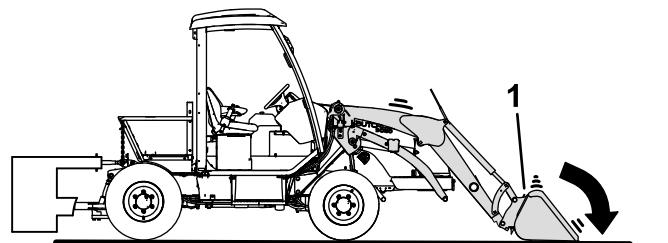

Figura 46
2. Alivie la presión en el enganche de cada brazo de carga girando la pala cargadora ligeramente hacia adelante y bajándolo al suelo (Figura 46).